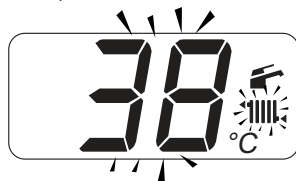

Figura 2.7
- el valor de "consigna" de la temperatura del agua caliente de impulsión de la calefacción y el símbolo  parpadean. El fondo del display aparece iluminado (Figura 2.7).
- el valor de "consigna" del agua caliente sanitaria y el símbolo  parpadean. El fondo del display aparece iluminado (Figura 2.7).